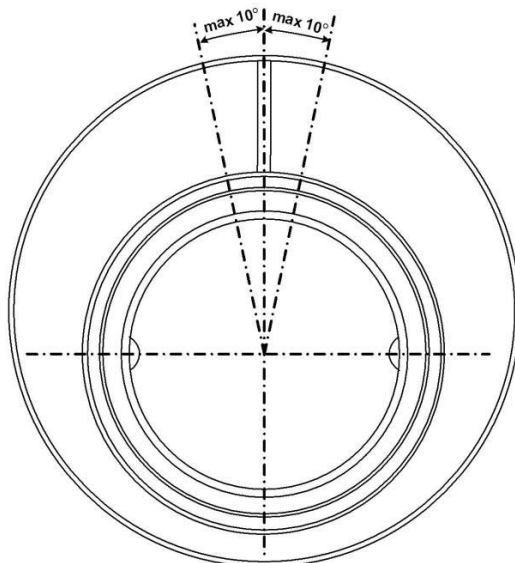

Рис.7. Допустимые отклонения плоскости монтажного кронштейна.
3.3.2. При монтаже в горизонтальный или наклонный трубопровод следует располагать ППР монтажным кронштейном кверху (рис.7). Угол отклонения плоскости монтажного кронштейна от вертикальной плоскости, проходящий через ось трубопровода, не должен превышать 10° .